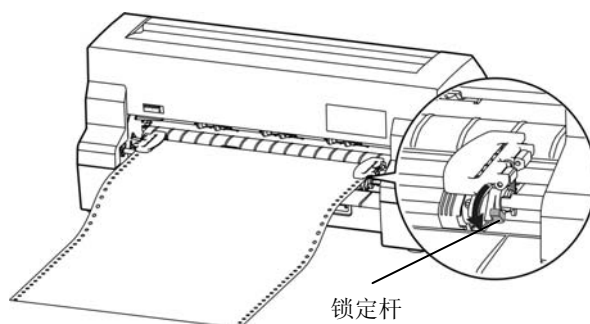

图 3-14 锁定右链轮位置
9. 移动右链齿盒把纸拉平，再按下锁定杆将其锁定（如图 3-14 所示）。